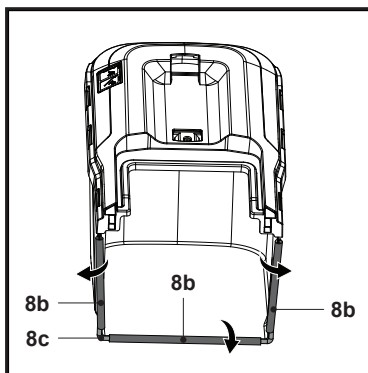

Rys. 4
- Zamocować linkę sterującą (19) w zacisku do linki, który może być zainstalowany fabrycznie pod dźwignią blokującą (6), a następnie założyć drugi zacisk do linki (rys. 20). (rys. 4).